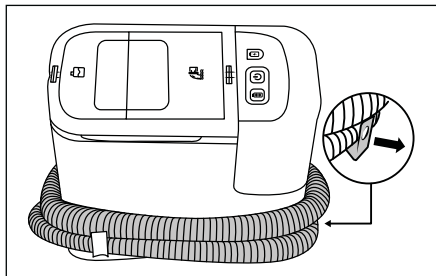

Bild 4
- ◆ Dra ut slanghållaren **15** ur produkten. Läggspray-/sugslangen **19** runt produkten med hjälp av slanghållarna **15/16** (se bild 4).